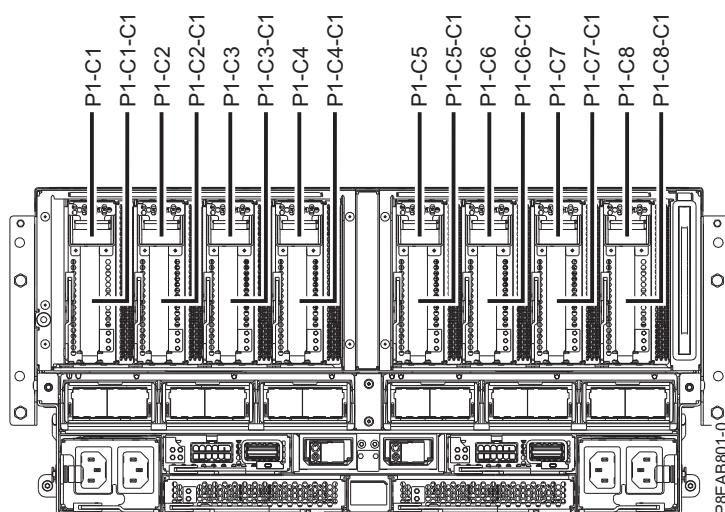

Figura 1. Ubicacions de les ranures d'adaptadors PCIe al sistema
1. Determineu la ranura on voleu instal·lar un adaptador PCIe. Les ranures de l'adaptador PCIe són a la part posterior d'un sistema. A la Figura 1 a la pàgina 2 es mostren els codis d'ubicació de l'adaptador PCIe.